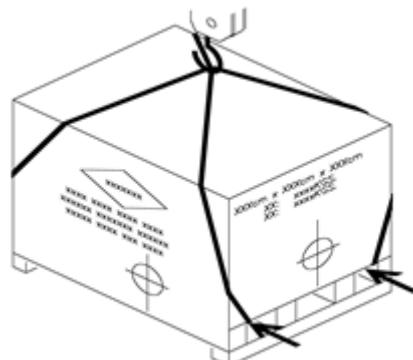

Рис. 4.1.1
(1) Грузоподъемность крана должна превышать вес поднимаемого груза.
(2) Подготовьте подходящие стропы.
(3) Пожалуйста, перепроверьте стропы перед началом работ по подъему.
(4) Разместите стропы, как показано на Рис.4.1.1.
(5) При подъеме грузчики должны держаться в отдалении от станка, не допускать появления людей под поднимаемым грузом или в опасной близости от него.
- (6) Грузчики должны иметь соответствующую квалификацию и допуск к проведению работ.